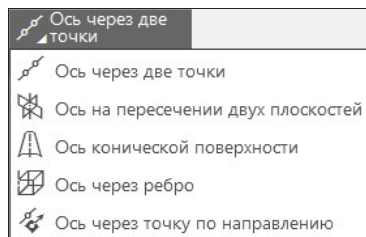

Рис. 20.1. Выпадающая панель команд **Вспомогательные объекты**
- ◆ из Инструментальной области ► Вспомогательные объекты ► командами выпадающей панели кнопки **Ось через две точки** (рис. 20.1).